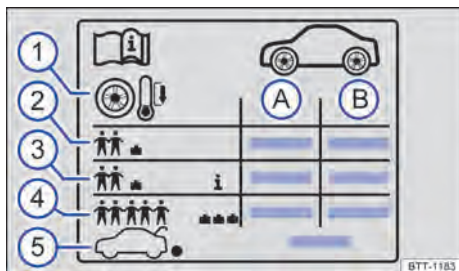

Fig. 170 Etiqueta com as pressões dos pneus.
Indicações na etiqueta de pressão dos pneus → Fig. 170:
- Adequar a pressão dos pneus sempre à condição de carga do veículo → Fig. 170 ③.